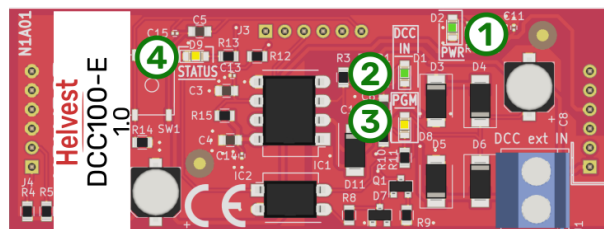

Fig.3
- Il lampeggiamento del LED n. 3 sul modulo DCC100-E (fig. 3) indica che questo sta rispondendo alla centralina durante la programmazione.